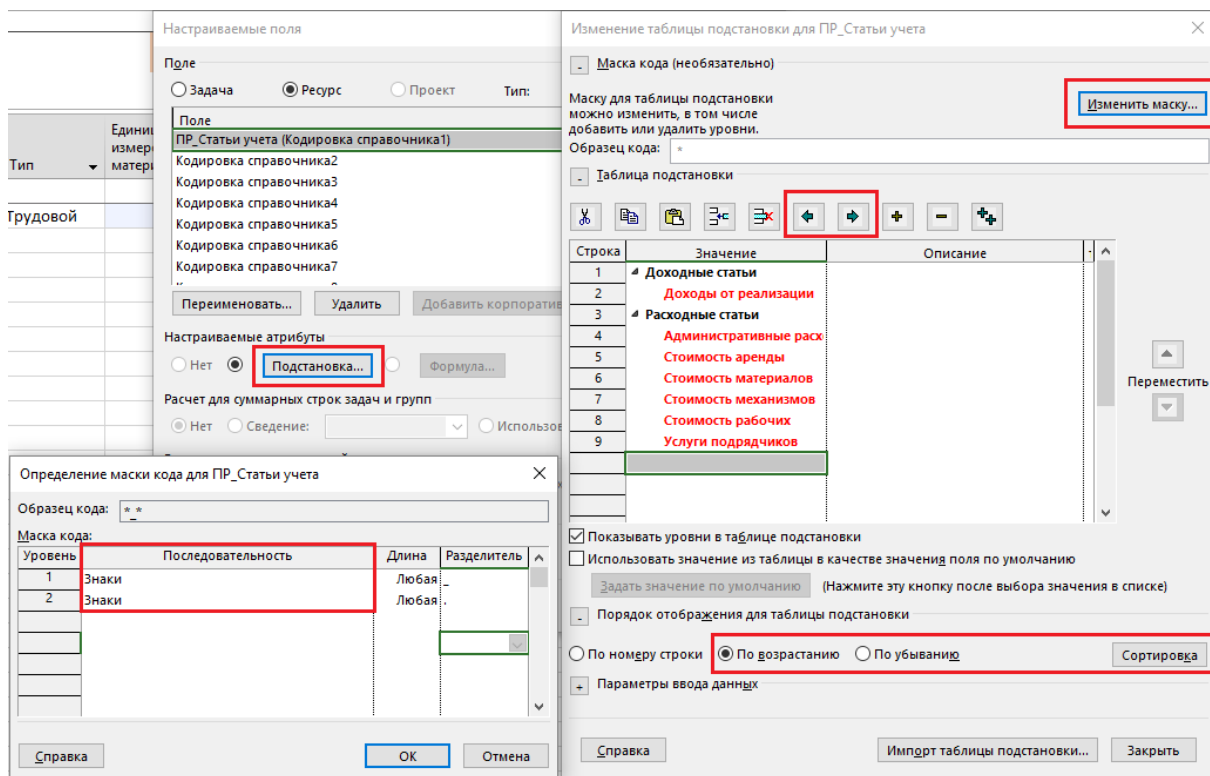

Рисунок 43 – Задание таблицы подстановки и маски кода у кодировки справочника
6. Разрешить или запретить ввод дополнительных значений, если вы могли что-то упустить в списке, Рисунок 43.